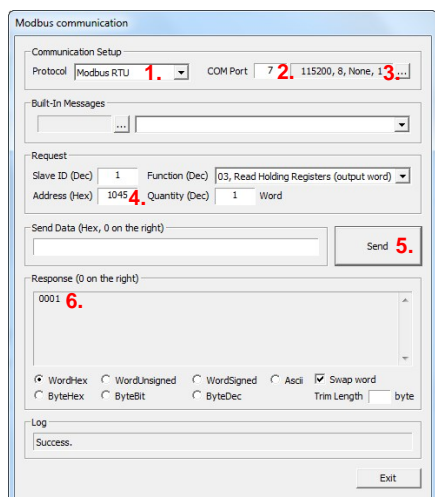

Abb. 1 Fenster MODBUS communication
6. Unter „Response (0 on the right)“ finden Sie die derzeitige Einstellung für DHCP = 1 / BOOTP = 0. Das Beispiel unten (Abb. 1) zeigt 0001 für DHCP.
Das Beispiel unten (Abb. 1) zeigt 0001 für DHCP.